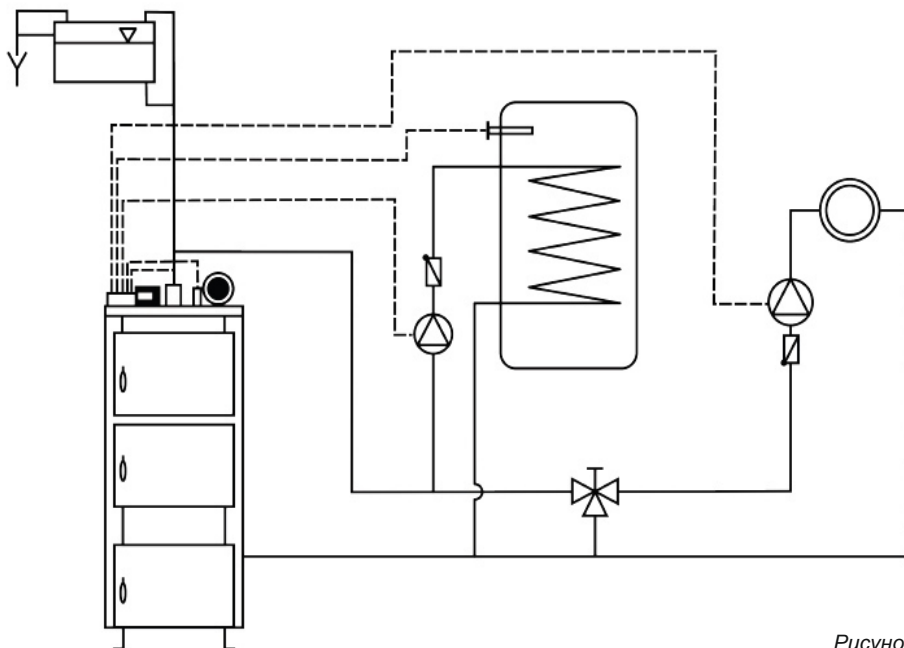

Рисунок 2.
**6.3** Схема установки котла показана на рис. 2